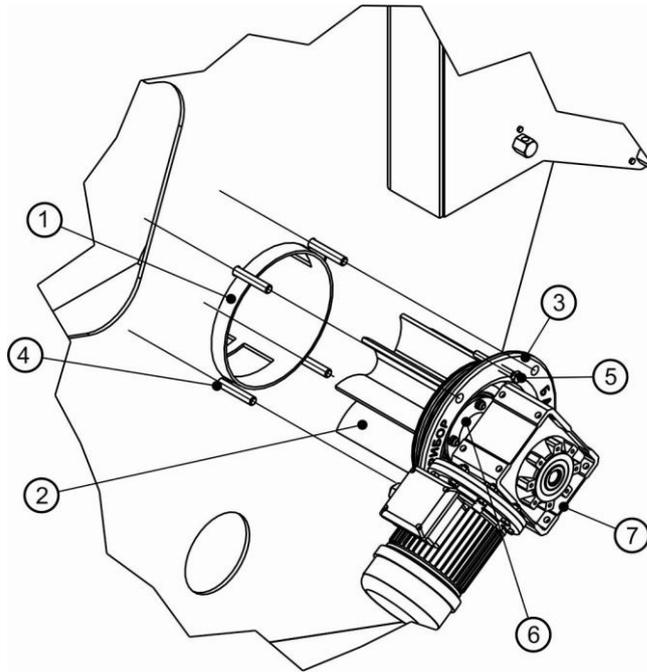

Рис.9 Шлюзовой затвор перегрузки «крупки»
Шлюзовой затвор перегрузки «крупки» (Рис.9) состоит из обечайки (1) вваренной в корпус изделия, эластичного ячейкового ротора (2), крышки (3), резьбовых шпилек (4), регулировочных болтов (5), соединительного узла - «катушка» (6) с уплотнительным диском, мотор-редуктора (7). В верхней части обечайки (1) расположены загрузочные, а в нижней разгрузочные окна.